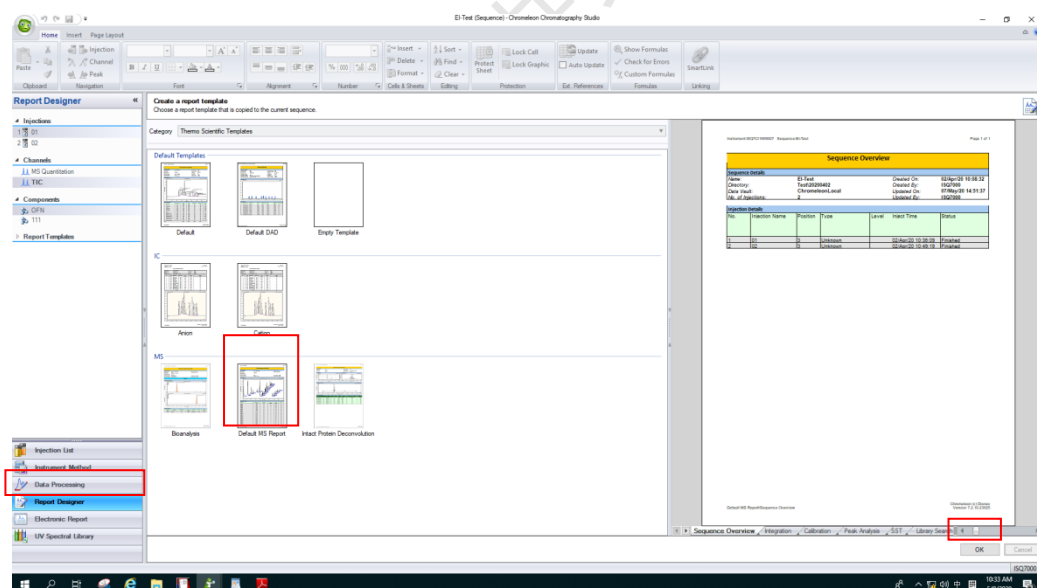

图 5.1 模板编辑
6.6.1. 模板编辑: 如图 5.1, 点击 Report Designer, 在 MS 选项下选择 Default MS Report, 点击 OK, 弹出图 5.2 所示界面;